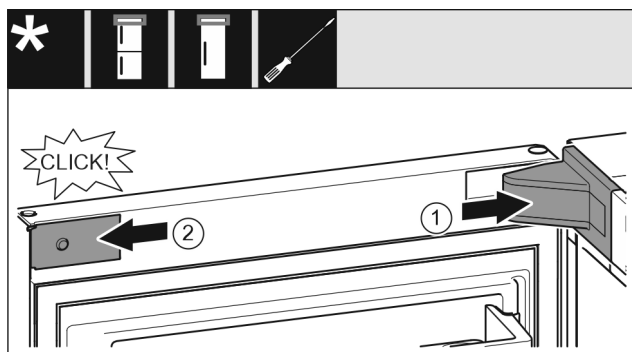

Fig. 23
- Τοποθετήστε και κουμπώστε το κάλυμμα του στηρίγματος Fig. 23 (1), ενδεχ. ξεκουμπώστε προσεκτικά.
- Εφαρμόστε στο πλάι το διακοσμητικό κάλυμμα Fig. 23 (2) και κουμπώστε το.